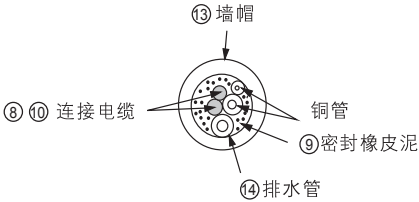
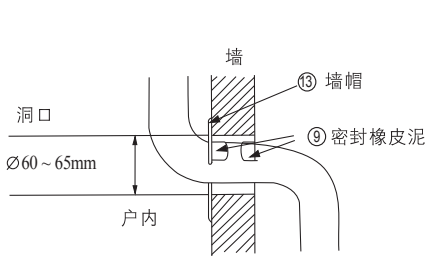

图32
图30
- 原理图 32
- 2 用附件⑬墙帽及附件⑨密封橡皮泥来整理墙上的洞,如图30、图31、及图32。